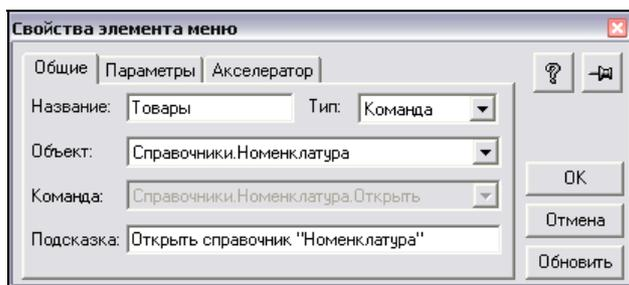

Рис. 5.77. Новый пункт меню создан
- Дополнительные закладки **Параметры** и **Акселератор** позволяют настроить способ отображения формы справочника и присвоить пункту меню "горячую" клавишу или клавиатурную комбинацию. В результате окно свойств элемента меню должно выглядеть так, как на рис. 5.77.